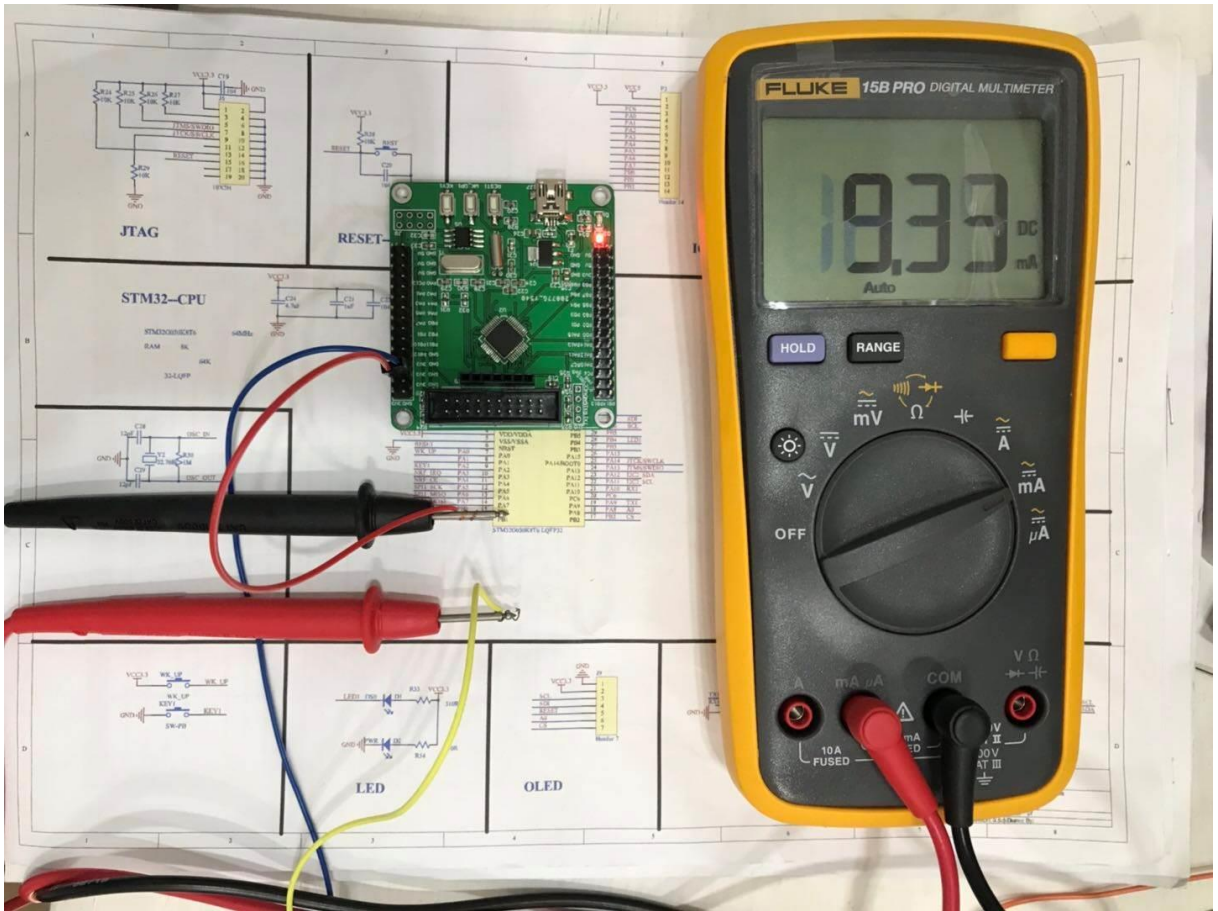
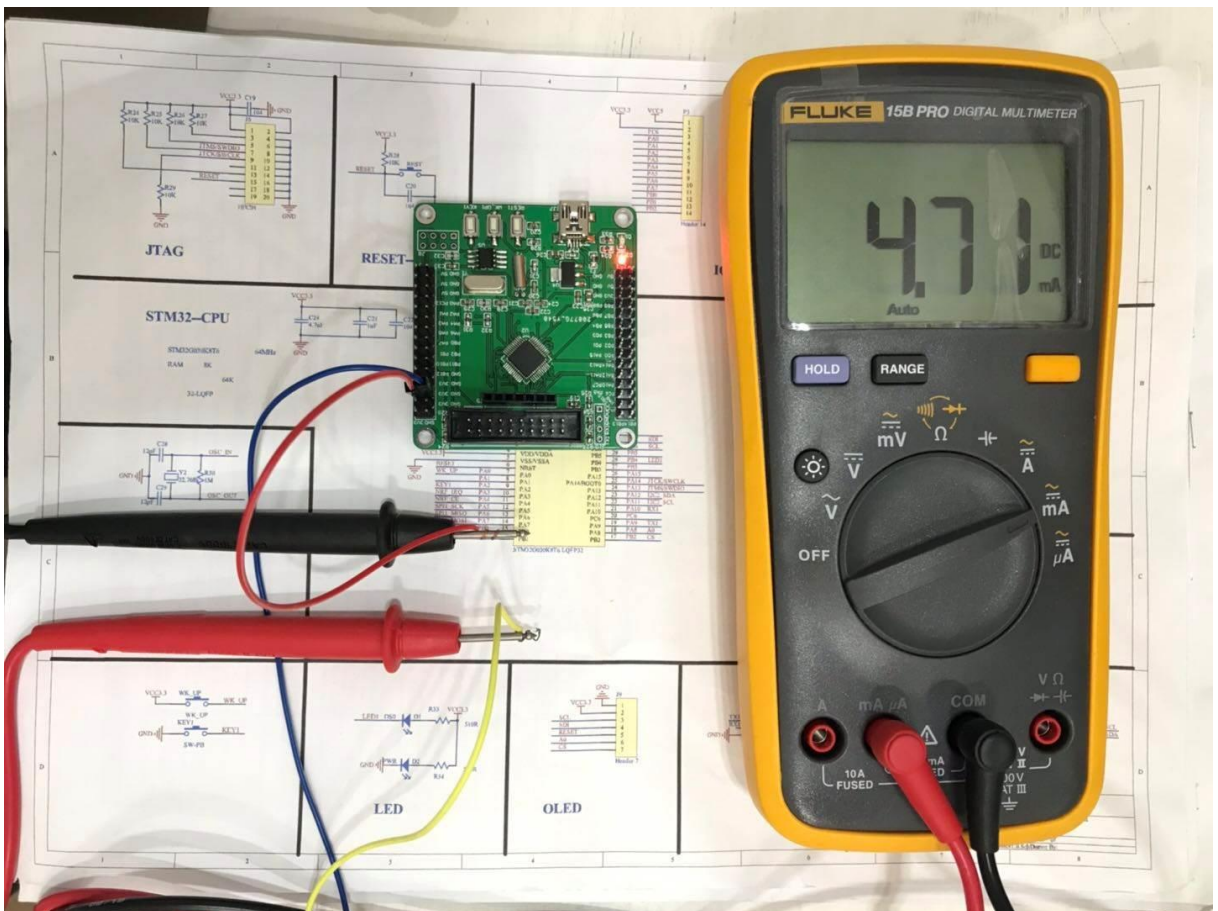

图 1
图 2
- (1) 用 Keil5 打开**低功耗实验**实验工程，并编译。
- (2) 程序通过 STLink 给板子下载程序(使用 Jlink,Ulink 下载得修改工程中的下载器配置)。
- (3) 用 3.3V 电源接杜邦线，再串万用表给板子供 3.3V 电源，查看万用表电流变动情况,图 1 是正常运行板子整体功耗(9.33mA)，图 2 是低功耗运行板子整体功耗(4.71mA)，说明单片机从正常运行到 StandBy 模式降了 4.62mA,跟芯片手册符合(低功耗模式还有耗电是因为还有 LED 灯，上拉电阻在耗电)，再按唤醒按键(wk\_up1)，功耗又变成 9.33mA 以上，说明芯片又唤醒了。